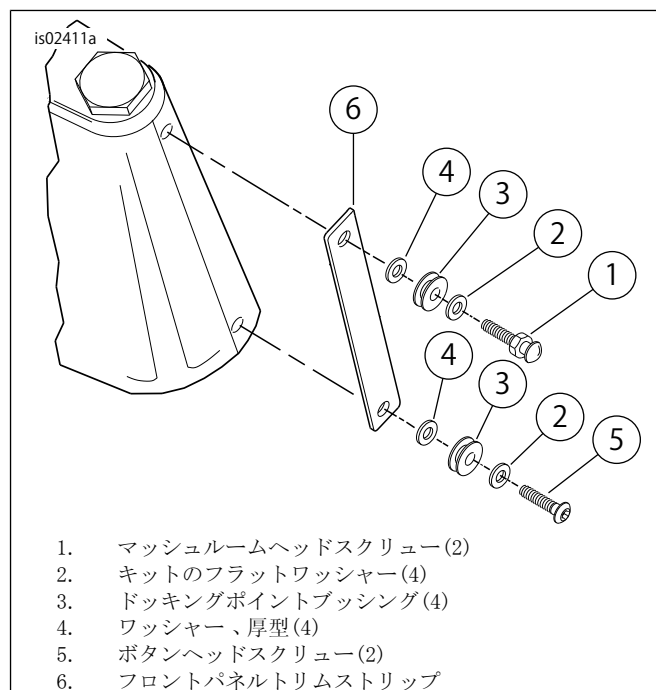

図1。フロントパネルトリムストリップとウィンドシールドドック付け
2. 「図1」を参照してください。トリムストリップ(6)を前後トリムピースに固定しているスクリューとワッシャーを外して廃棄します。